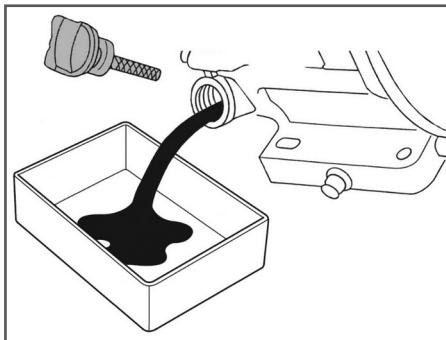

Рис. 19 Замена моторного масла
(1) Техническое обслуживание должно осуществляться более часто, при работе в пыльных условиях.
(2) Данный вид работ необходимо выполнять в авторизованном сервисном центре.
6. Подставьте под маслозаливную горловину ёмкость для масла, после чего с помощником наклоните вибромассажную плиту с помощью рабочих рукояток в сторону задней маслозаливной горловины двигателя и слейте отработанное масло через маслозаливную горловину в подготовленную для этого ёмкость (Рис. 19).